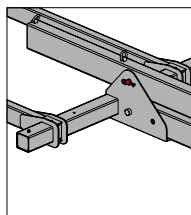

Fig. 5.2
- Retirez l'axe au niveau du raccord central en détachant la goupille (Fig. 5.2).